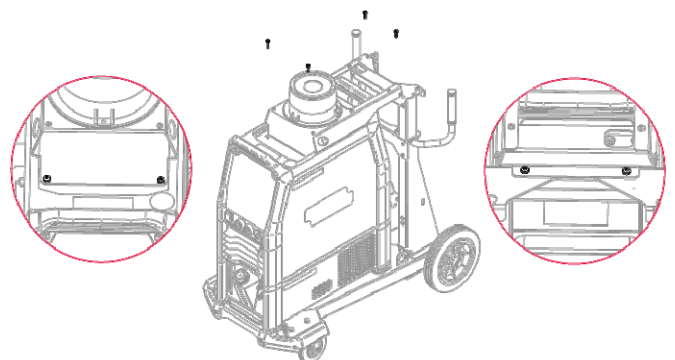

Abbildung 6
- Endmontage – der Kühler sollte mit M6x16-Schrauben am Speedtec montiert werden (Abbildung 6).